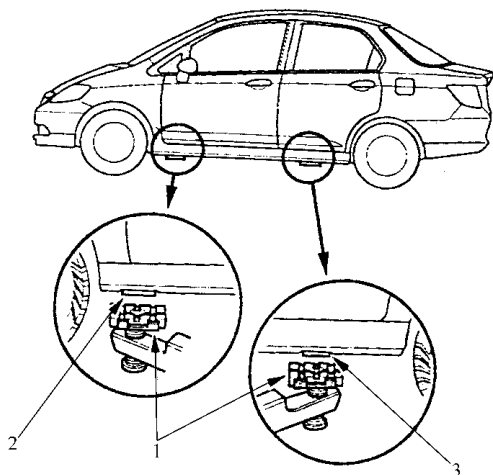

图 1-6 车辆前支撑点和车辆后支撑点
1) 如图 1-6 所示,将举升机的提升块 1 或安全支架置于车辆前支撑点 2 和后支撑点 3。